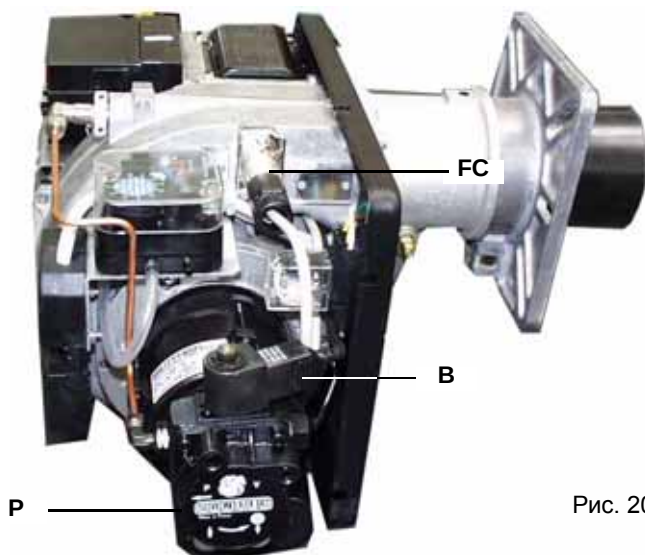

Рис. 20
- 2) вынуть соединительный разъем катушки **В** на насосе **Р** (Рис. 20), во избежание нежелательного попадания дизельного топлива в камеру сгорания;
- 4) вынуть фоторезистор **FC** (Рис. 20) и осветить его;
5) выпустить воздух через штуцер манометра **М** насоса (**Р**), расслабив слегка заглушку, но не снимая ее (Рис. 20).